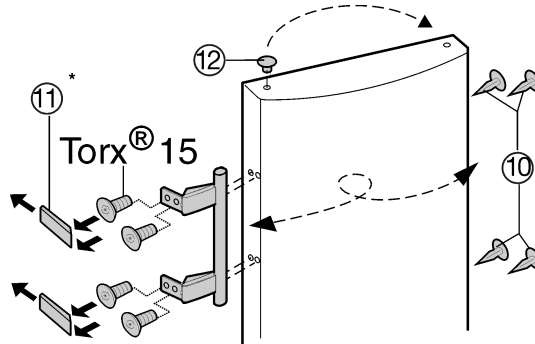

Fig. 6
- ▶ Irrota tulpat Fig. 6 (12) oven saranaholkeista ja vaihda vastakkaiselle puolelle.
- ▶ Ovenkahva, tulpat Fig. 6 (10) ja aluslevyt Fig. 6 (11) irrotetaan ja vaihdetaan toiselle puolelle.